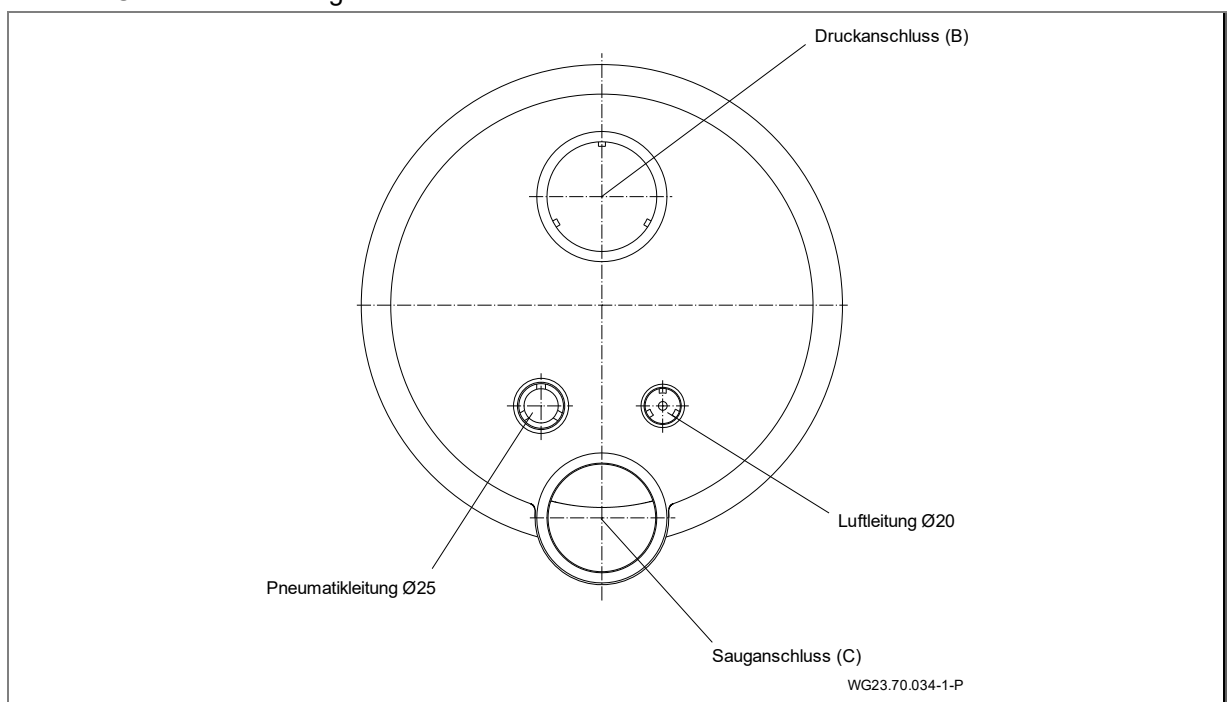
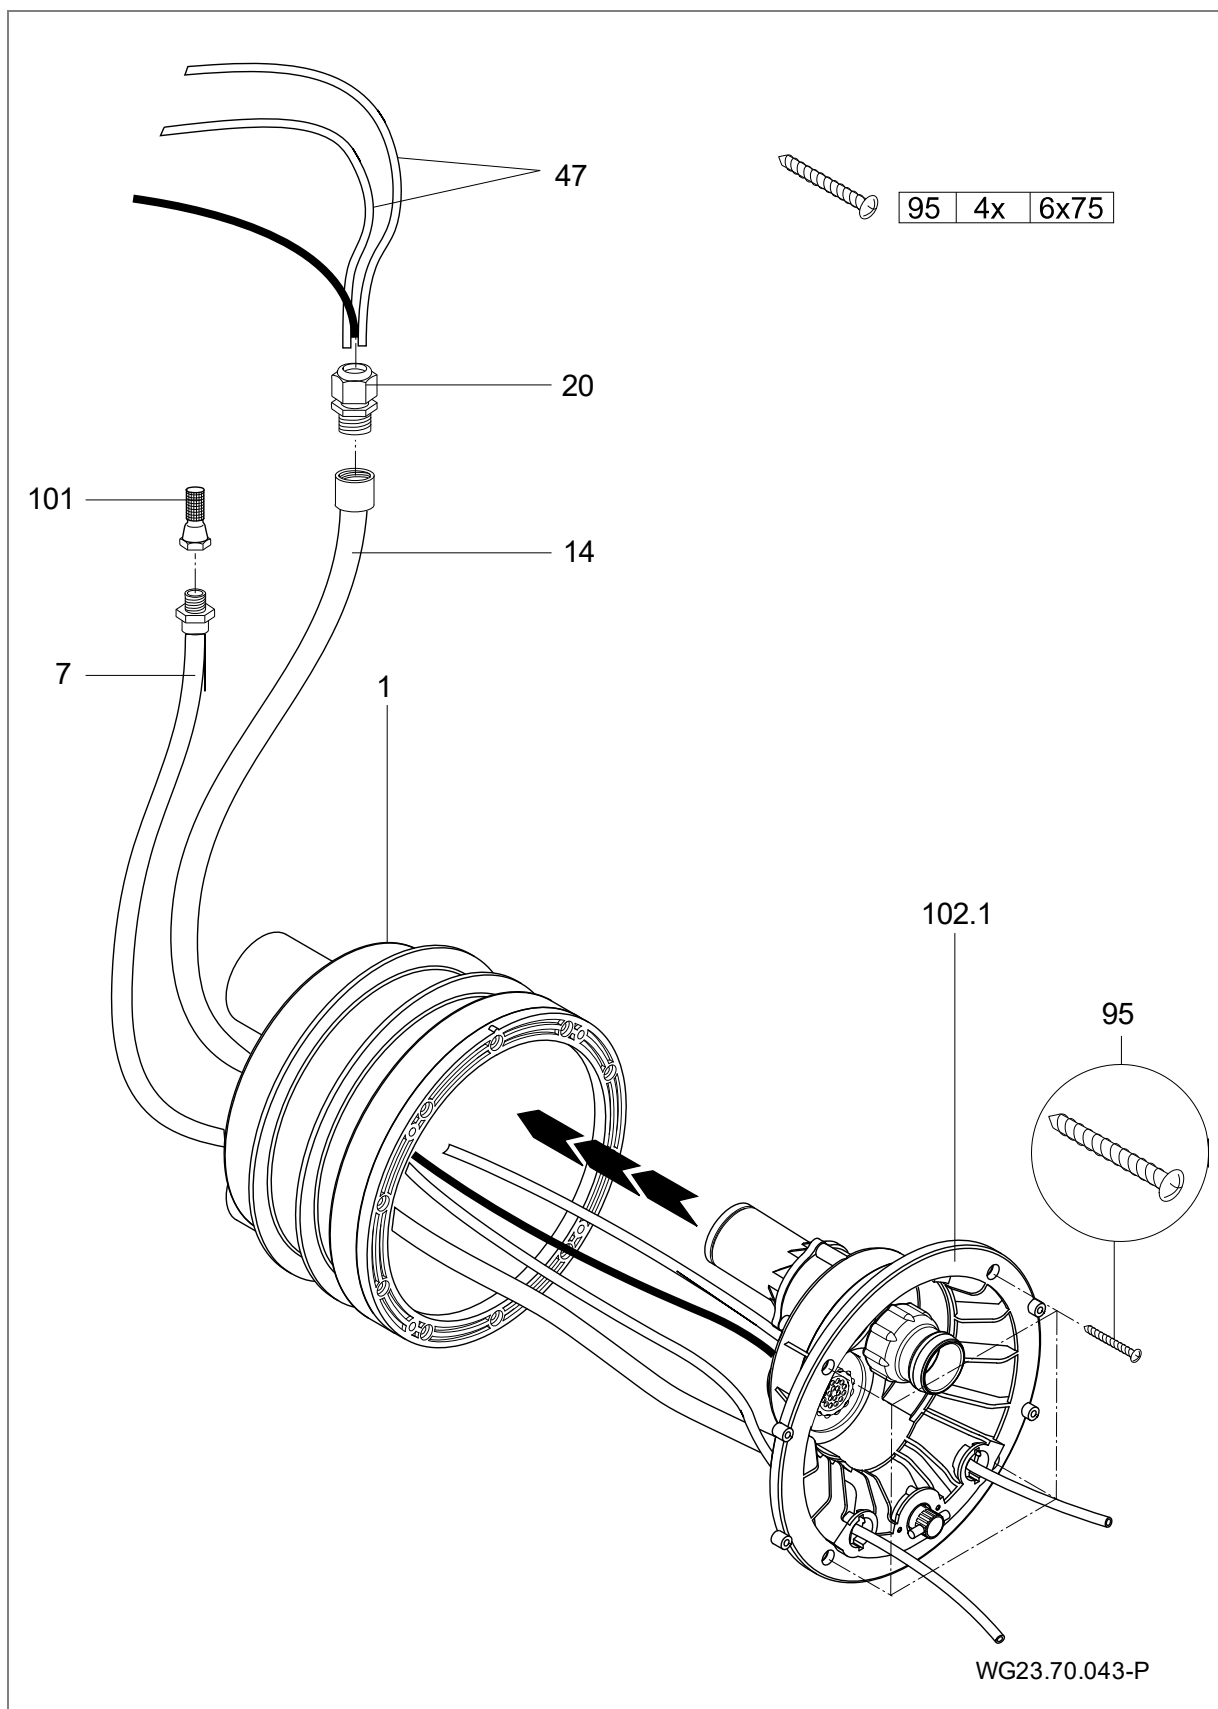

Abb. 16
Abb. 17
1. Einkleben des Kabelschutzschlauches und des Luftleitungsschlauches. (Abb. 16)
2. Düsengehäuse (102.1) am Einbaugesäß (1) ansetzen.
3. Pneumatikschläuche und Kabel des Scheinwerfers durch den Schutzschlauch (14) führen und mit der Kabelverschraubung (20) abdichten.
4. Luftleitung mit der Klemme (8) am werkseitig montierten Luftregler (21) befestigen.
5. Düsengehäuse (102.1) mit vier Schneidschrauben (95) am Einbaugesäß (1) befestigen. (Abb. 17)